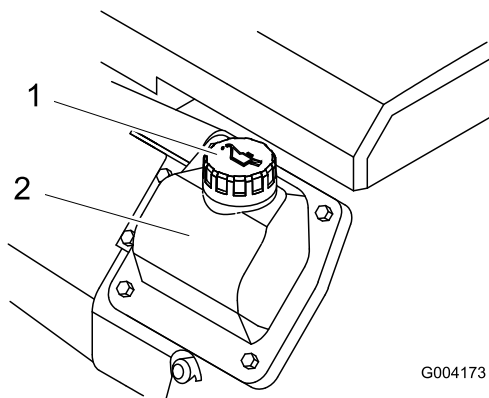

Figure 16
8. Si le niveau est trop bas, nettoyez la surface autour du bouchon de remplissage et enlevez le bouchon (Figure 16).